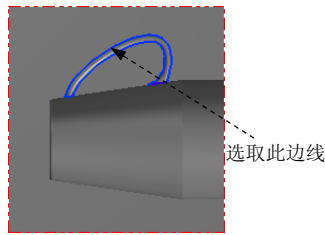

图 21.51 选取切削范围边线
(2) 在 **边界范围** 区域中单击 按钮，系统弹出“串连选项”对话框。在图形区中选取图 21.51 所示的边线，单击 按钮，系统返回至“刀具路径的曲面选取”对话框。
(3) 单击 按钮，完成加工区域的设置，同时系统弹出“曲面精加工等高外形”对话框。